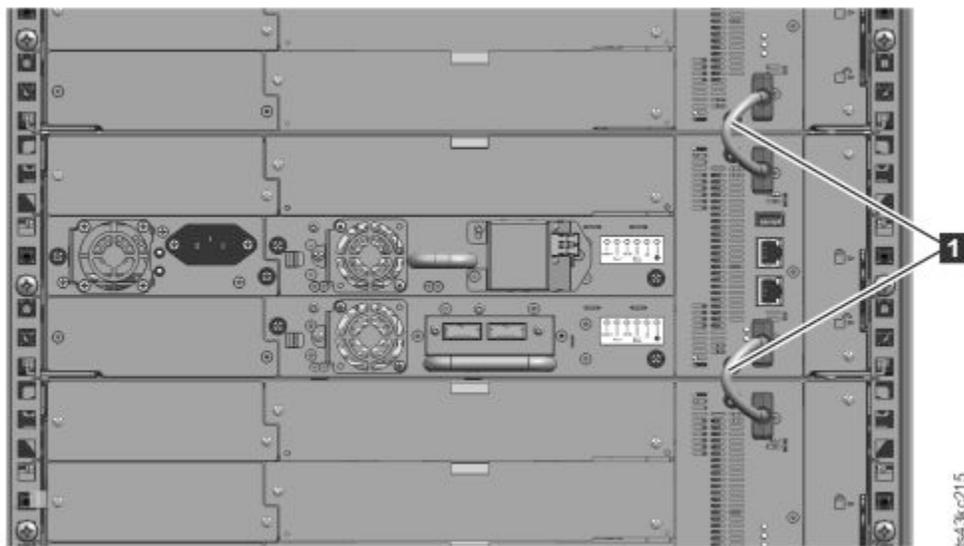

Figure 47. Modules connectés
5. Depuis l'arrière de la bibliothèque, connectez les modules de chaque paire à son module adjacent en utilisant les câbles d'interconnexion d'extension **(1)** comme illustré dans Figure 47, à la page 56.